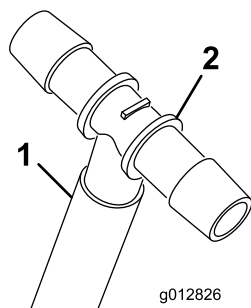

Figura 16
A. Coloque uma braçadeira no tubo curto e, de seguida, insira uma união em T na extremidade do tubo (Figura 16).